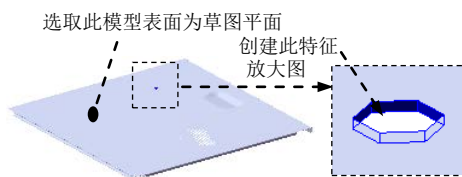
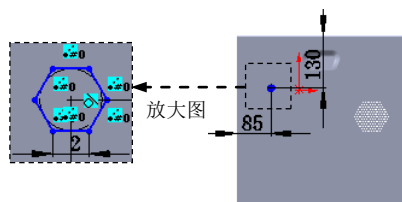

图 17.11.53 创建切除—拉伸 5
图 17.11.54 横断面草图
- (3) 定义阵列布局。在 **阵列布局(L)** 区域中单击“穿孔”按钮 ，在 (实例间距) 文本框中输入 7，在 (交错断续角度) 文本框中输入 60，在 (边距) 文本框中输入 0。
- (4) 定义要阵列的特征。选中 **要阵列的特征(F)** 区域中 **所选特征(U)** 单选框，单击 后的文本框，选取 Step14 创建的切除一拉伸 4。
- (5) 单击 按钮，完成填充阵列 1 的创建。
Step17. 创建图 17.11.53 所示的切除—拉伸 5。选择下拉菜单 **插入(I)** → **切除(C)** → **拉伸(E)...** 命令；选取图 17.11.53 所示的模型表面作为草图平面，绘制图 17.11.54 所示的横断面草图；在 **方向1** 区域的下拉列表中选择 **完全贯穿** 选项。单击 按钮，完成切除—拉伸 5 的创作。